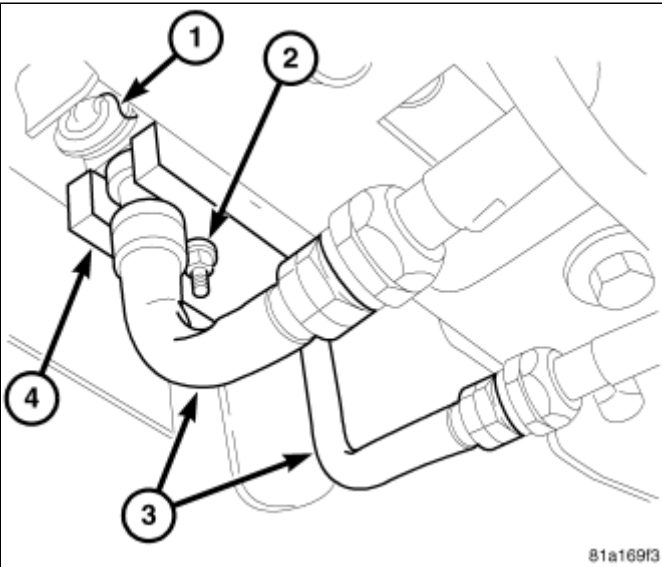

图 1 07 车身底板制冷剂管路和密封板
- 5. 拆卸将车底制冷剂延伸管路和密封片固定到后空调膨胀阀的螺母, 该膨胀阀延伸通过右后轮壳体后面的后地板板(图 1)。